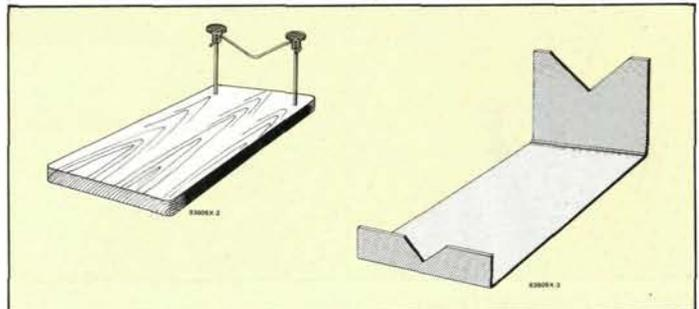

Figure 2 - Il n'est pas difficile de réaliser soi-même un bon support de fer à souder.
■ Il faut, pour poser le fer chaud, un support que l'on peut éventuellement réaliser soi-même (figure 2). Les brûlures provoquées par une pointe portée à 180 °C sont graves. Ne faites jamais de grands gestes, le fer à souder à la main. Placez le support de telle manière sur vo-